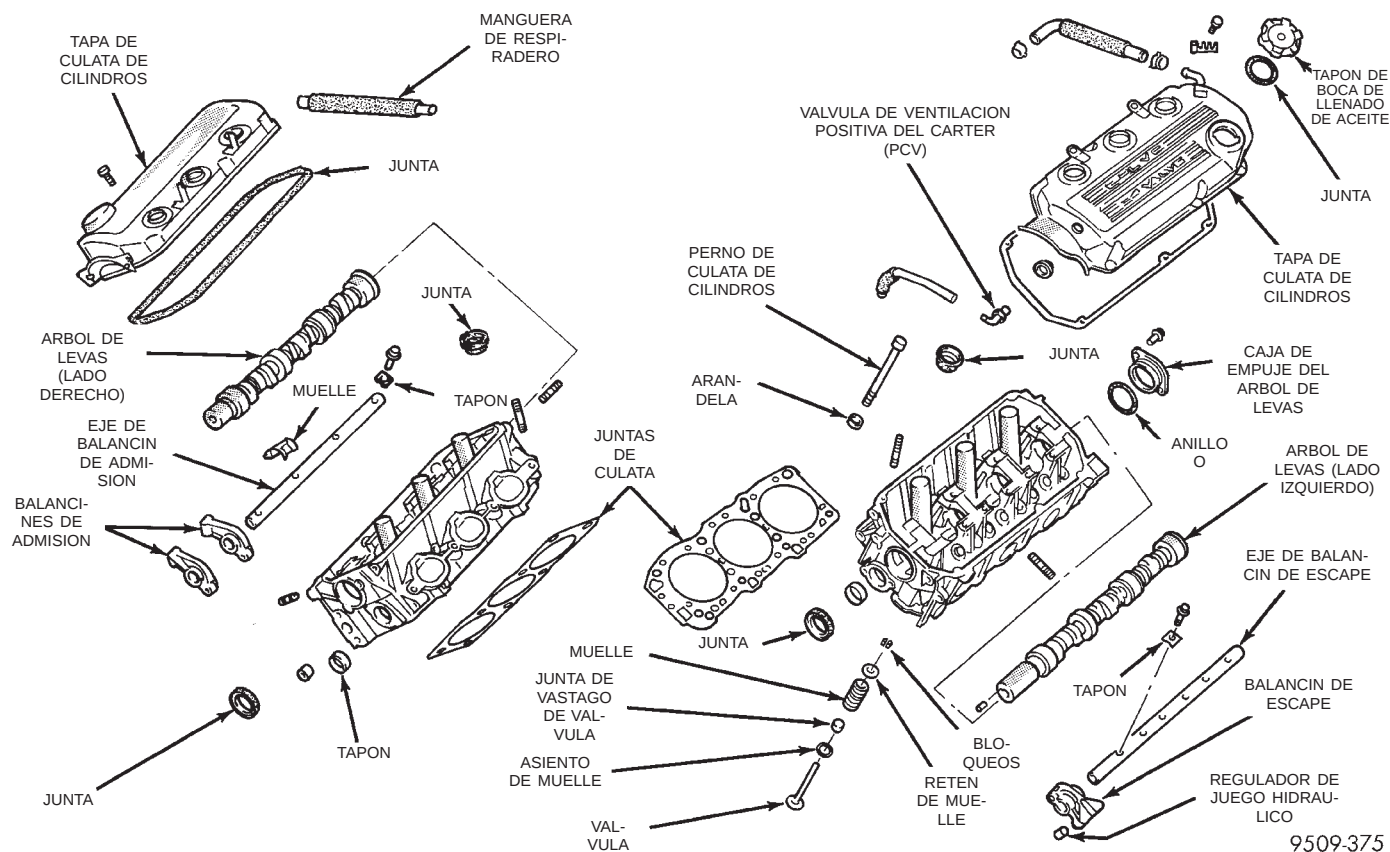
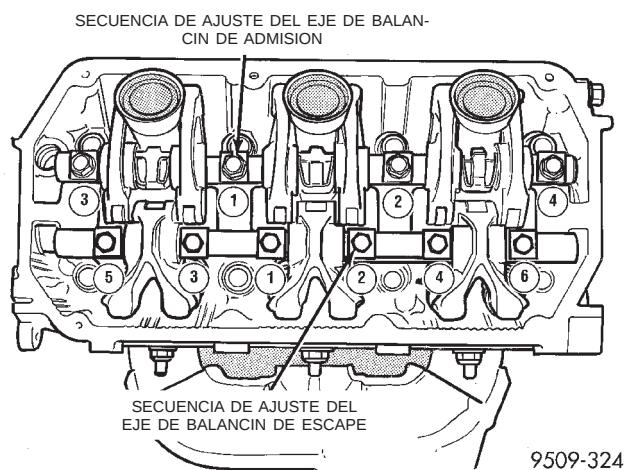

Fig. 50 Componentes de la culata de cilindros
Fig. 51 Secuencia de ajuste del eje de balancín
(3) Para la instalación, marque los conjuntos de eje de balancín.
(4) Retire los pernos de eje de balancín. Consulte el procedimiento en esta sección.
(5) Retire la correa de distribución y la rueda dentada del árbol de levas. Consulte los procedimientos en esta sección.
(6) Retire los pernos de retención de la culata de cilindros.
(7) Retire del vehículo las culatas de cilindros.
(8) Retire la caja de empuje del conjunto delantero (lado izquierdo) de la culata de cilindros. Retire el árbol de levas de la parte trasera de la culata (Fig. 50).
(9) Retire el distribuidor (si no lo hizo anteriormente) del conjunto trasero (lado derecho) de la culata de cilindros. Retire el árbol de levas de la parte trasera de la culata (Fig. 50).
(1) Lubrique los gorriones del árbol de levas. Instale con cuidado los árboles de leva en la culata o culatas de cilindros (Fig. 50).
(2) Instale la caja de empuje en la parte delantera (lado izquierdo) de la culata de cilindros y apriete los dispositivos de fijación con una torsión de 13 N·m (108 lbs. pulg.) (Fig. 50).
(3) Instale las juntas del árbol de levas. El árbol de levas debe instalarse antes de instalar las juntas. Consulte el procedimiento en esta sección.
(4) Instale las ruedas dentadas del árbol de levas y apriete con una torsión de 88 N·m (65 lbs. pie).
(5) Instale la correa de distribución. Siga el procedimiento descrito en esta sección.
(6) Instale los conjuntos de balancín en el mismo orden en que se retiró. Apriete estos conjuntos en la secuencia que se muestra en la (Fig. 51) con una torsión de 31 N·m (276 lbs. pulg.).
(7) Retire los retenes de regulador automático de juego, herramienta especial MD-998443.
(8) Instale las tapas de la culata de cilindros, además del múltiple de admisión y la cámara plena. Consulte los procedimientos en esta sección.